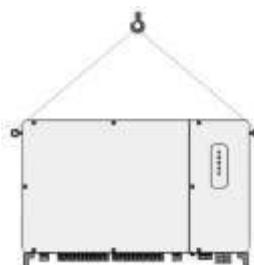

Fig. 4-8 Izado del inversor
- 3) Eleve el inversor, y detengase para comprobar la seguridad cuando el inversor esté a 100 mm por encima del suelo (Fig. 4-8). Continúe izando el dispositivo hasta el destino después de garantizar la seguridad.